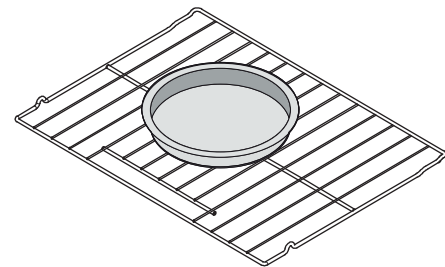

Figure 73: Cuisson des aliments de commodité sur une seule grille
- Toujours placer la nourriture dans le centre du four sur la grille 4. Placer les aliments comme le montre Figure 73.